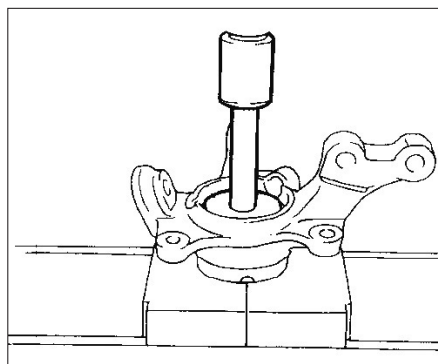

FIG. 17
- À l'aide d'une presse et d'un mandrin de diamètre approprié prenant appui sur sa bague extérieure, mettre en place le roulement neuf, légèrement lubrifié, dans le pivot jusqu'en butée (fig. 17).